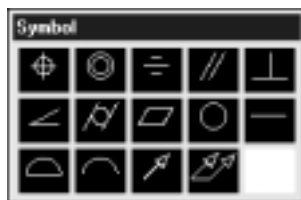

Рис. 14.48. Диалоговое окно Symbol
2. Для добавления в рамку условного знака допуска щелкните на поле Sym для открытия диалогового окна Symbol (рис. 14.48), а затем — на нужном условном знаке допуска.